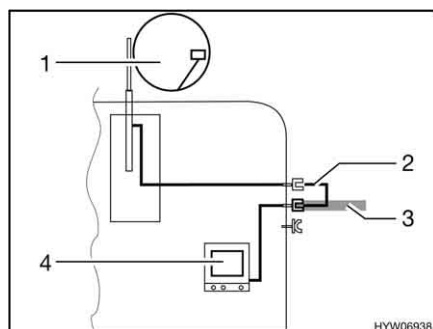

Fig. 68 TV nel veicolo
- TV nel veicolo (Fig. 68,4): Collegamento all'antenna del tetto (Fig. 68,1) con cavo di collegamento (Fig. 68,2)
- TV nel veicolo (Fig. 68,4): Collegamento a antenna esterna (Fig. 68,3)